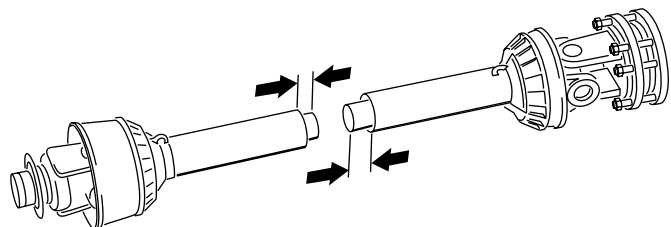

Figura 17
11. Separe as duas metades do veio da tomada de força (**Figura 17**).
12. Meça a distância da extremidade de cada tubo até à sua proteção de segurança (**Figura 17**). Registe as distâncias.